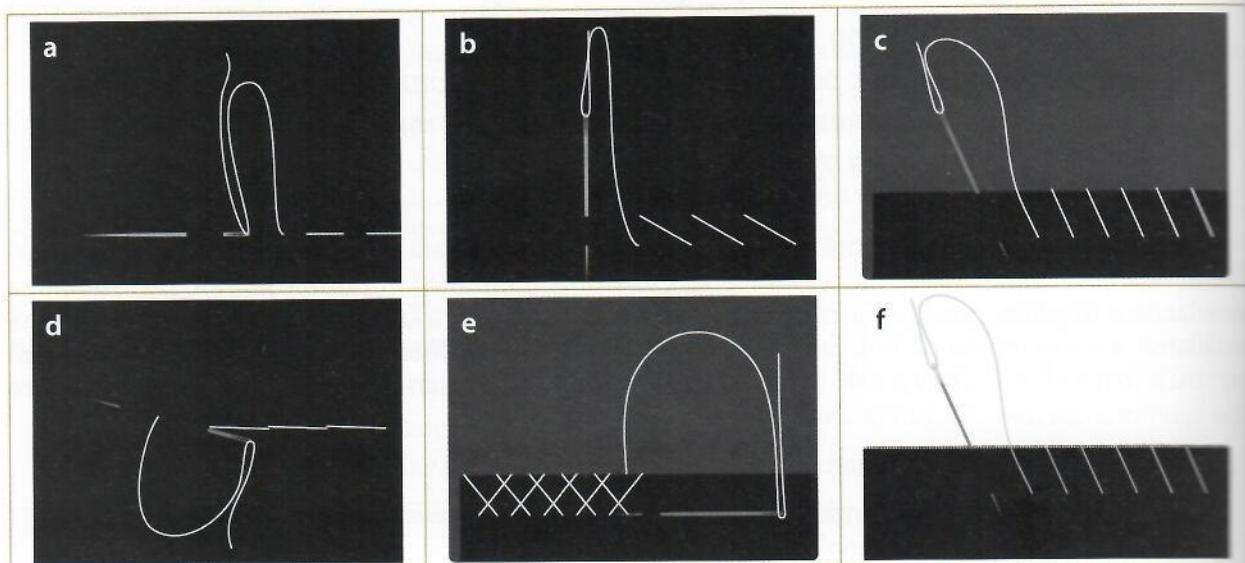

Figura 2.3. Cusături manuale
- **Cusături drepte (de însăilare)** – se execută cu împunsături înaintea acului, egale pe față și pe dosul materialului, obținându-se un șir de linii întrerupte (figura 2.3/a);
- **Cusături oblice (de însăilare sau fixare)** – se execută cu împunsături de ac care străpung straturile de material sub un unghi de 45° (figura 2.3/b, c);
- **Cusături în formă de lanț** – imită cusătura uzuală a mașinii, iar pașii se execută la distanță egală unul de altul (figura 2.3/d);
- **Cusături cruciforme** – acul prinde un fir din grosimea materialului, apoi este îndreptat sub un unghi spre dreapta, străpungând marginea îndoită (figura 2.3/e);
- **Cusături de festonare** – se execută pe marginile materialului, ca acesta să nu se deșire. Cusătura se face prin împungerea materialului dintr-o parte în alta, la distanțe egale (figura 2.3/f);